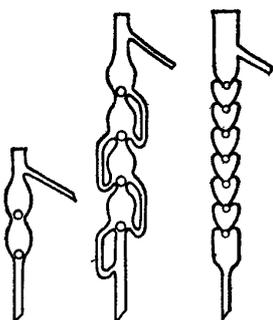

Рисунок 8 – Дефлегматоры
4. Дефлегматоры разнообразных конструкций применяют часто при фракционной перегонке (рис.8). дефлегматоры вставляют нижним концом в пробку, укрепленную в горле колбы, в верхнее отверстие помещают термометр, а отводную трубку дефлегматора соединяют с холодильником.